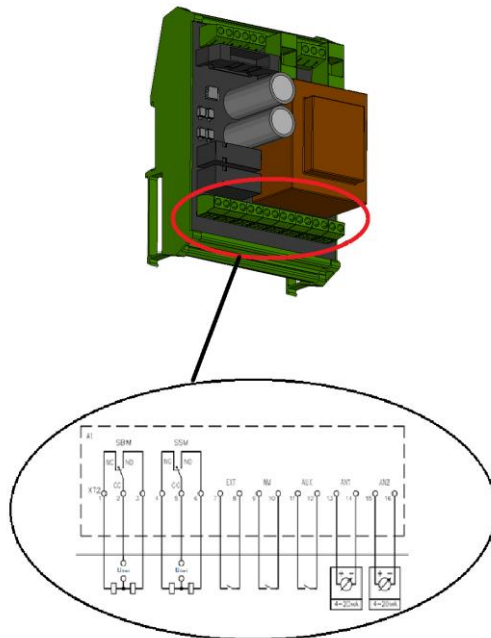

Рис. 16. Подключение внешних устройств сигнализации и датчиков.
- Для подсоединения внешнего устройства сигнализации работы системы используются клеммы **NC, CC, NO – SBM** клеммной колодки XT2 (рисунок 16), представляющие собой переключающий контакт реле. Реле включено - если хотя бы один из насосов готов к работе в автоматическом режиме и работа системы не блокируется внешними сигналами - обобщенная сигнализация работы.
- Для подсоединения внешнего устройства сигнализации неисправности системы используются клеммы **NC, CC, NO – SSM** клеммной колодки XT2 (рисунок 16), представляющие собой переключающий контакт реле. Реле включено - если обнаружена хотя бы одна неисправность в системе - обобщенная сигнализация неисправности.
- Подсоединение внешних датчиков к клеммам аналогового входа **AN1, AN2** и дискретным входов **EXT, WM, AUX** клеммной колодки XT2 (рисунок 16) осуществляется в зависимости от используемых внешних датчиков в соответствии с Таблицей 4. В таблице указана также зависимость отображения кода неисправности при срабатывании соответствующего внешнего датчика и тип контакта датчика - **NC** (Normal Closed – нормально замкнутый) или **NO** (Normal Opened – нормально разомкнутый). В случае если внешний датчик не используется, а тип контакта датчика обозначен – **NC**, то необходимо при помощи параметра PF6. настроить инверсию соответствующего входа. Подключение аналоговых датчиков рекомендуется выполнять экранированным кабелем. Подключение кабеля аналоговых датчиков к прибору управления осуществляется по схеме, аналогичной схеме подключения кабелей насосов и представленной на рисунке 15.